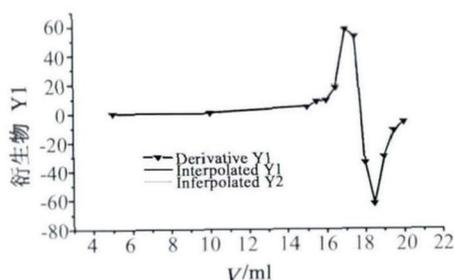

图3 电位滴定二阶微分曲线
2.3 电位滴定法测定药物含量 电位滴定法确定终点的方法主要为图解法。图解法有 E-V 曲线法、 $\Delta E/\Delta V-V$ 曲线法和 $\Delta E^2/\Delta V^2-V$ 曲线法3种。以文献^[4]数据资料为例,Origin 提供了直接二次微分的方法和插值确定滴定终点。在 A(X),B(Y) 两列分别输入 E-V 两列数据,选择 Analysis/Mathematics/Differentiate,选择 Derivative Order 为 2,通过 Origin 软件计算出对应数据点的导数值,将其保存在名为 Derivative 的 Worksheet 中,绘制二阶微分曲线。图3示 $\Delta E^2/\Delta V^2-V$ 曲线。